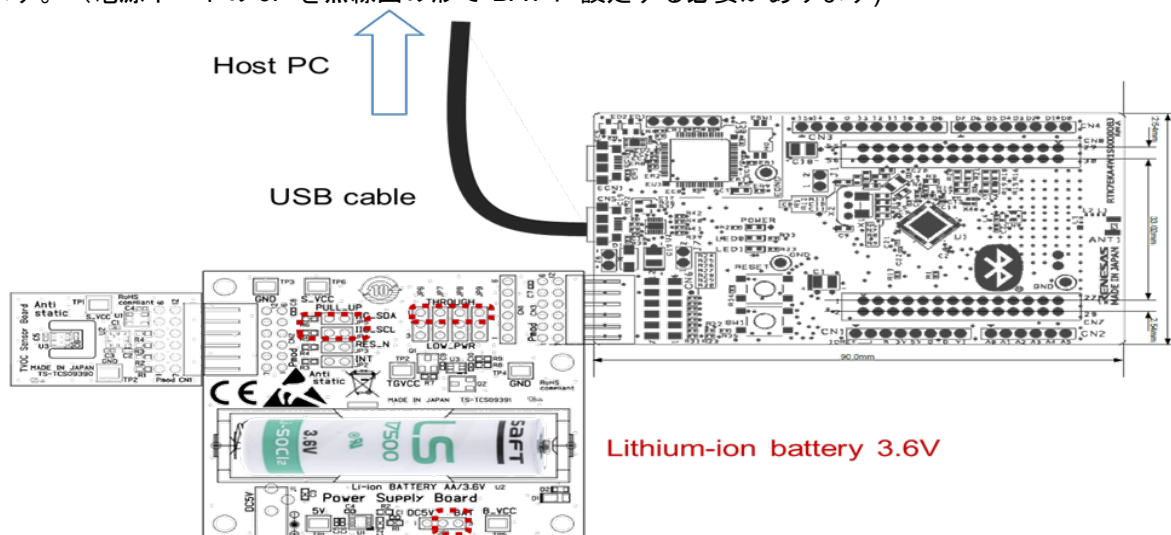

図 5-3 リチウムイオン電池給電による接続
- ・図 5-3 リチウムイオン電池給電による接続で、EK-RA4W1 とセンサボード及び電源ボードを接続します。（電源ボードの JP を点線図の形で"BAT"に設定する必要があります）